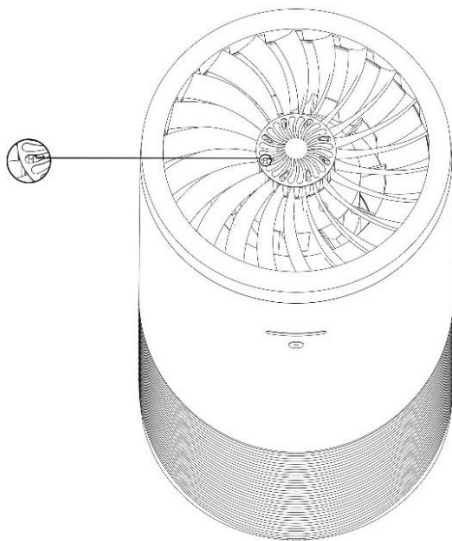

Figure 8 – Emplacement des ions négatifs
- Les 8 sorties Ions Négatifs sont situées au centre du couvercle supérieur, comme illustré sur la Figure 8. Ces sorties ont tendance à attirer la poussière. Veuillez les essuyer avec un chiffon sec et doux ou un chiffon en microfibre.